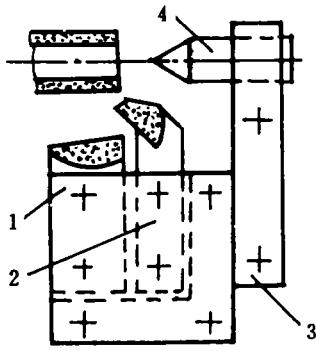

图 3 刀杆夹块Ⅰ
(4) 加工一批后可更换刀杆夹块Ⅰ(图3)加工左端,最好把刀杆夹块Ⅰ安装在另一台上,两台配套各加工一端,减少对刀和调整时间,效果更理想。
(5) 左端加工程序如下(图3):先横进刀,利用刀杆Ⅱ2和刀杆Ⅰ1平端面,落够 $64_{-0.2}\text{mm}$ 总长,并车出 $\varnothing 14\text{mm} \times 8\text{mm}$ 锥度。退回后再纵进刀利用钻头钻出 $1.5\text{mm} \times 30^\circ$ 内倒角。